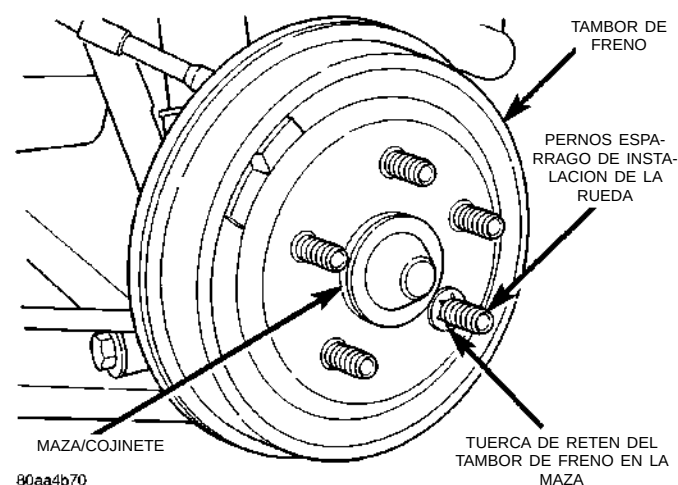

Fig. 79 Tambor de freno trasero
(1) Eleve el vehículo sobre gatos fijos o céntralo sobre un elevador. Consulte Elevación en la sección de Lubricación y mantenimiento de este manual.
(2) Retire del vehículo los conjuntos de ruedas y neumáticos traseros.
(3) Retire los collarines de retención del tambor de freno en la maza/cojinete (si estuvieran instalados) (Fig. 79).